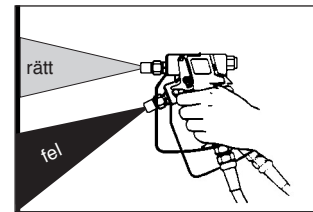

Bild 37: Sprutvinkel
- Håll sprutpistolen vinklad till höger (90°) gentemot ytan som ska beskiktas. Om du håller sprutpistolen i en annan vinkel får du en ojämn och fläckig beskiktning (Bild 37).